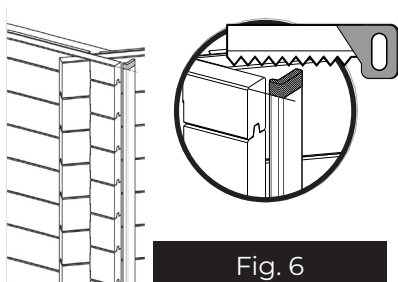

Fig. 6
- Fixez l'embout L avec 3 vis 4 x 60 réparties uniformément sur la hauteur (voir figure 6).